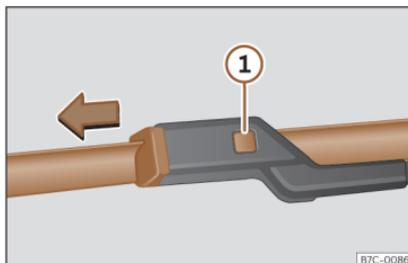

Fig. 145 Cambio de las escobillas del limpiaparabrisas.
- Mantenga presionada la tecla de desbloqueo»» fig. 145 ① tirando ligeramente de la escobilla en el sentido de la flecha.